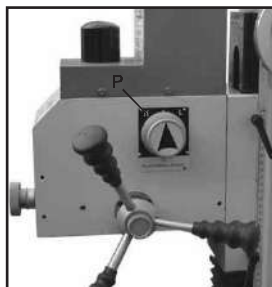

Рис. 10
**Рукоятка переключения высокая/низкая скорость (P, Рис. 10)**